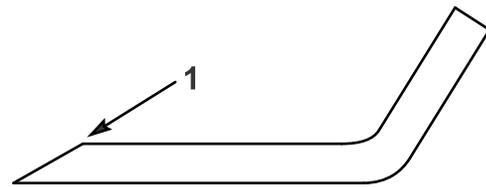

Bild 36
1. Schärfen Sie die Schnittkante jedes Messers an beiden Enden des Schnittmessers mit einer Feile (Bild 36). Behalten Sie den ursprünglichen Winkel bei. Das Messer bleibt ausgewuchtet, wenn Sie die gleiche Menge Metall von beiden Schnittkanten entfernen.